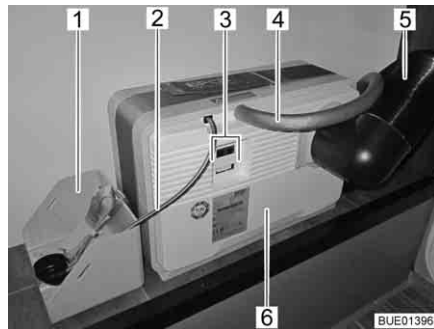
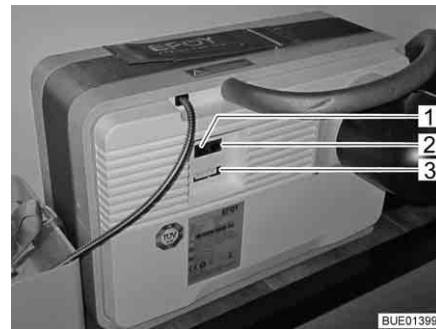
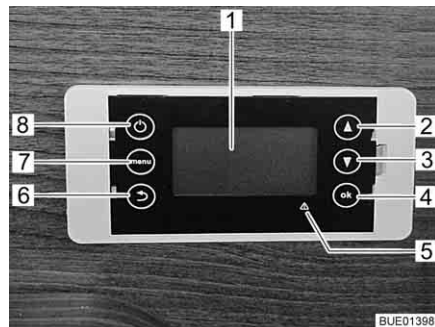

Bild 168 Brennstoffzelle mit Tankpatrone
Bild 169 Anschlussfeld Brennstoffzelle
Bild 170 Bedieneinheit Brennstoffzelle
Die Brennstoffzelle besteht aus mehreren Komponenten, die im Heckstauraum eingebaut sind (Bild 168), sowie aus einer Bedieneinheit (Bild 170) im Wohnbereich.
An der Brennstoffzelle (Bild 168,6) befinden sich:
- der Anschluss für den Abluftschlauch (Bild 168,4) bzw. die Einfüllöffnung für das Service-Fluid
- das Abwärmerohr (Bild 168,5)
- elektrische Anschlüsse (Bild 168,3) mit Datenschnittstelle (Bild 169,2), Geräteanschluss (Bild 169,3) und Anschluss für das Bedienpanel (Bild 169,1)
Zur Brennstoffzelle gehört eine Tankpatrone, die über den Tankanschluss (Bild 168,2) mit der Brennstoffzelle (Bild 168,6) verbunden ist.
Die Tankpatrone ist im Tankpatronenhalter (Bild 168,1) festgezurt.
Die Brennstoffzelle lädt automatisch die Wohnraumbatterien, wenn die Spannung der Wohnraumbatterien unter 12,3 V sinkt und die Brennstoffzelle über die Ein/Aus-Taste (Bild 170,8) eingeschaltet ist.
Das Display (Bild 170,1) der Bedieneinheit ist vierzeilig.
Mit der Menü-Taste (Bild 170,7) lässt sich das Hauptmenü aufrufen:
Bei Störungen leuchtet die rote Störungsanzeige (Bild 170,5) und auf dem Display erscheint eine Meldung. Die Meldung besteht aus einem Fehlercode und Hinweisen, wie die Störung behoben werden kann.